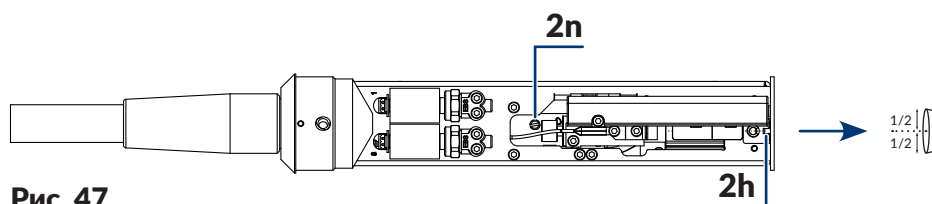
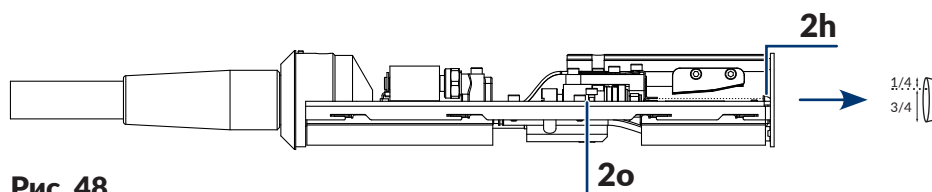

Рис. 47.
Рис. 48.
- струя чернил не попадает во всасывающий желоб **2h** (см. **Рис. 47** и **Рис. 48**), несмотря на проведения процедур по очистке сопла,
Для приблизительной регулировки струи во всасывающем желобе **2h**, (см. **Рис. 47** и **Рис. 48**):